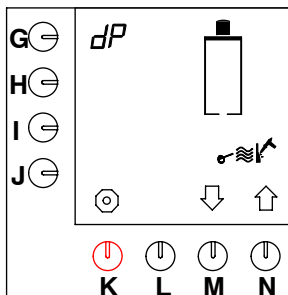
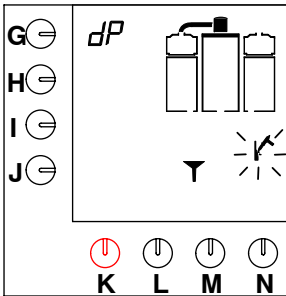

Fig. 15 Avvio del programma di disincrostazione della macchina di preparazione del caffè
Fig. 16 La macchina di preparazione del caffè richiede la soluzione disincrostante
- Sullo schermo viene visualizzato il programma di disincrostazione (vedere fig. 15).
- premere il tasto di programmazione (G.) fino a che sullo schermo viene visualizzato quanto illustrato nella fig. 15.
- Quando la soluzione disincrostante è stata versata nella caldaia, non è più possibile interrompere il programma di disincrostazione, neanche premendo il tasto Stopp (K)!
- Viene emesso un segnale acustico, lampeggia il simbolo del martello e sullo schermo viene visualizzato un imbuto (vedere fig. 16).